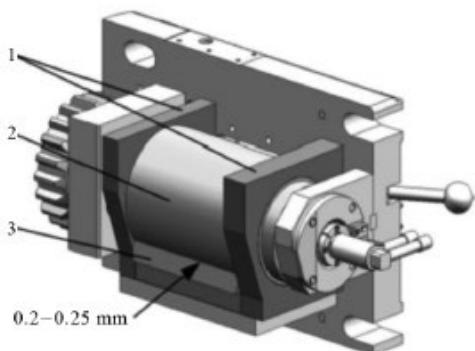

图 3 喂料辊刮胶刀调整
(3) 喂料辊刮胶刀的调整(图3),打开喂料辊盖板,松开喂料辊盖板窗口下方的调整螺栓,同时拧紧两个紧固螺栓,等距调整刮胶刀与喂料辊间距,间隙0.2~0.25 mm。紧固调整螺栓,固定紧固螺栓的位置。喂料辊为标准结构情况下,在挤出机运行期间,也可通过喂料辊盖板上的孔观察间隙调整[3]。